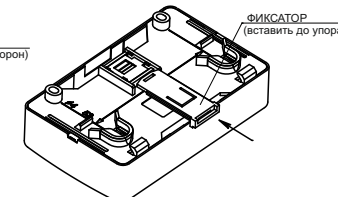

Рисунок 3
- при установке на DIN-рейку (рисунок 3):